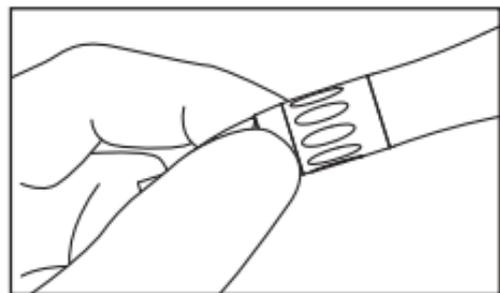

Fig. 7
- 4 Après l'arrêt complet de la rotation de la pièce à main, touchez l'embout et l'anneau de verrouillage de la pièce à main pour s'assurer qu'ils ne chauffent pas anormalement (Fig. 7).